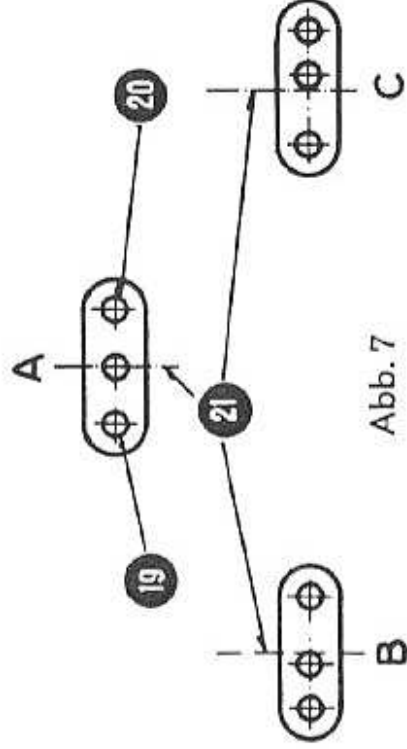
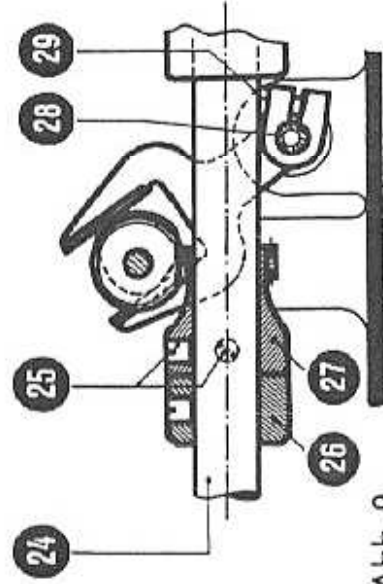

Abb. 7
Abb. 9
- (19) – linker Einstich
- (20) – rechter Einstich
- (21) – Einstich Mitte
Zu 2: Unter der Verteilung der Nadel im Stichloch (Abb. 7) versteht man das richtige Einstechen der Nadel im Stichlochschlitz. Beim grössten Nadelausschlag muss der Abstand der Nadel von der Stichlochkante auf beiden Seiten des Stichloches gleich sein. Die Einstellung erfolgt dadurch, dass zunächst der Stichbreitenverstellknopf (18) auf den grössten Ausschlag eingestellt und die Klemmschraube (29) für die Zickzackgabel gelöst wird. (Siehe Abb. 9).
Die Einstellung erfolgt durch Verdrehen des auf der Ständerwelle (24) sitzenden Schraubenrades (27) (Abb. 9). Zu diesem Zweck werden die beiden Befestigungsschrauben (25) gelöst und das Schraubenrad (27) unter Anziehen an den daneben liegenden Stelling (26) soweit verdreht, bis die richtige Einstellung erreicht ist. Verdreht man das Schraubenrad in der Laufrichtung der Maschine, dann erfolgt die Seitwärtsbewegung der Nadel (33) früher. Verdreht man es in der entgegengesetzten Richtung, dann erfolgt sie später. Anschliessend werden die beiden Befestigungsschrauben (25) festgezogen.